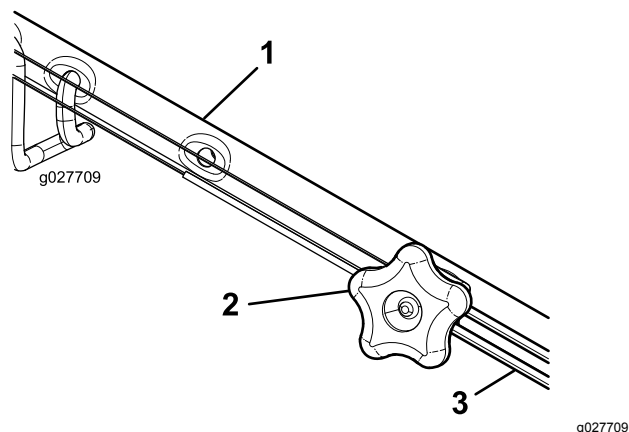

Figura 43
2. Ajuste la tensión del cable (Figura 43) tirando del mismo hacia atrás o empujándolo hacia adelante, y sujételo en esa posición.
1. Gire el pomo de ajuste en sentido antihorario para aflojar el cable (Figura 43).